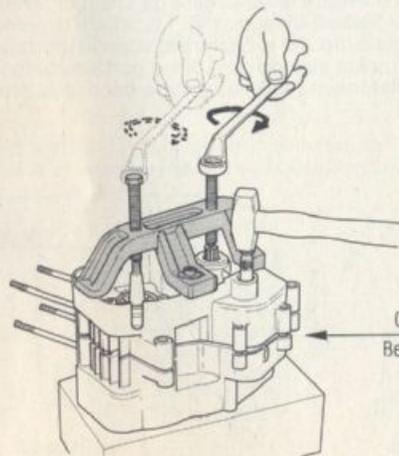

FIG. 21 Apertura semicarteri
21) **SEPARARE** i 2 semicarteri applicando l'apposito estrattore (cod. 05.0065.0) al semicarter lato volano. Agire alternativamente sulle due viti di estrazione e nello stesso tempo battere con un martello di legno-cuoio o plastica sull'albero selettore, permettendo così il distacco graduale e parallelo dei due semicarteri (fig. 21). Rimuovere quindi la guarnizione centrale.